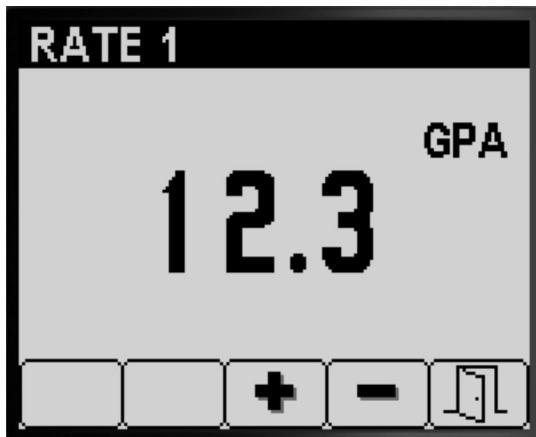

Figura 7
- Pulse el botón 3 o 4 para aumentar o reducir el caudal de fumigación (Figura 7).